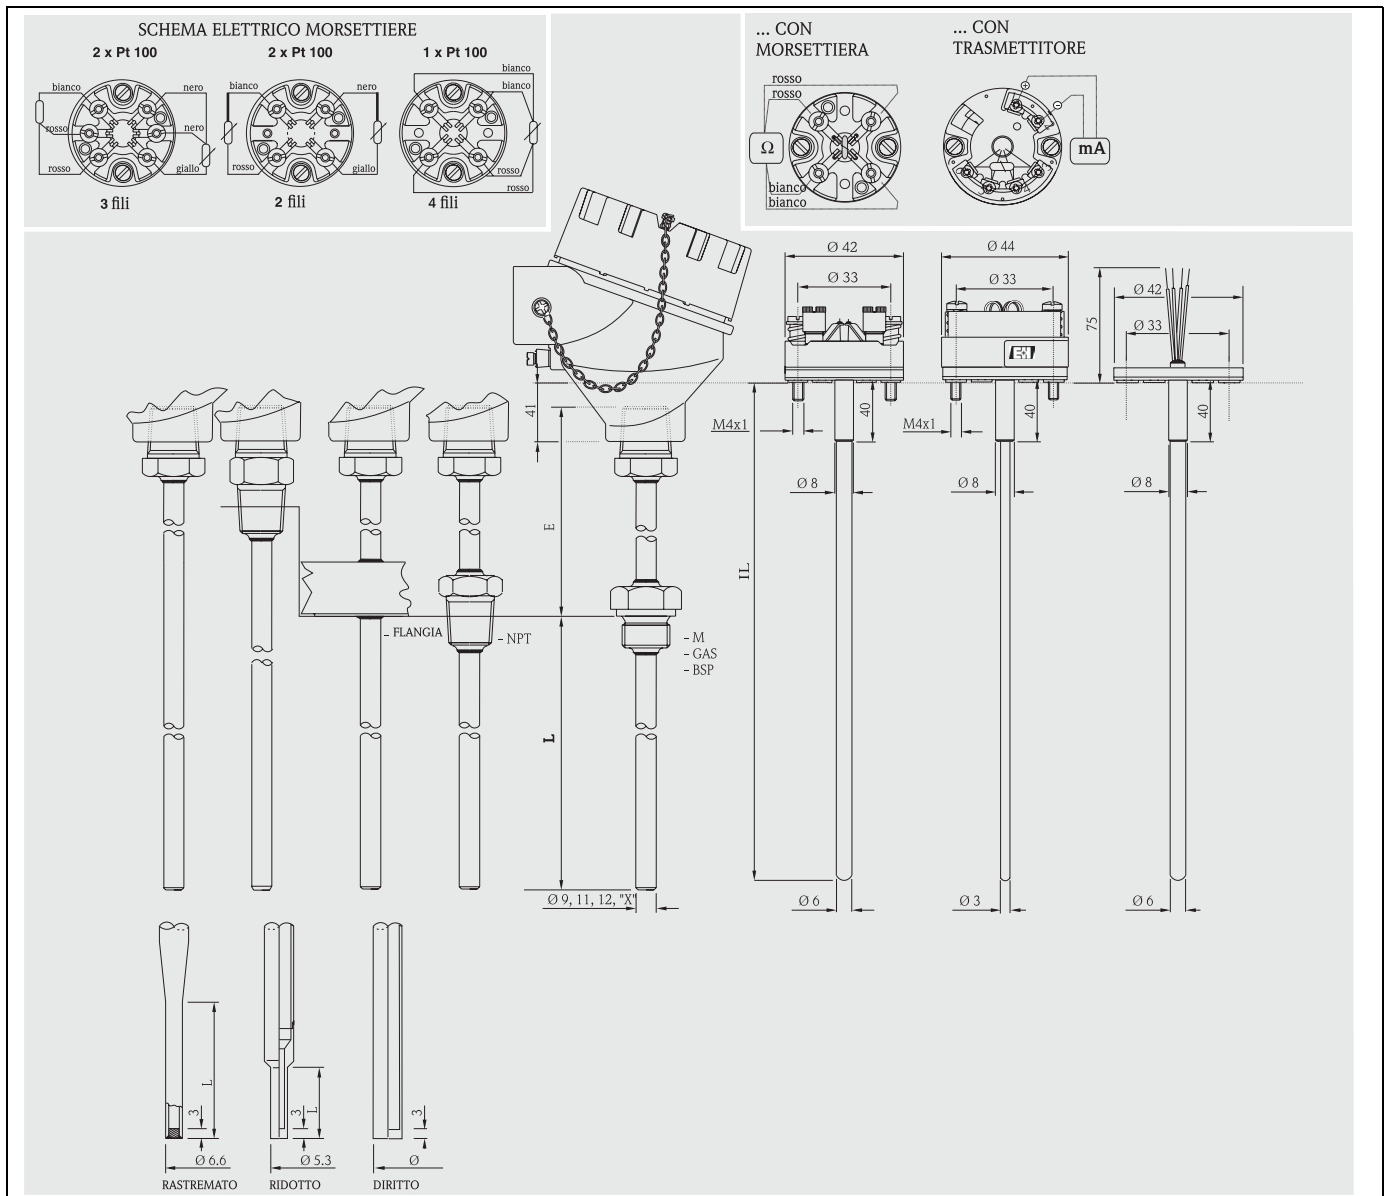

Fig. 6: Componenti funzionali, schemi elettrici standard (morsettiere in ceramica), Puntale all'estremità della sonda
Nel TR61 la sonda di misura è realizzata con un minerale isolato (MgO) posizionato all'interno del pozzetto. L'inserto è disponibile nelle lunghezze standard DIN 43772 e nelle versioni più diffuse, ma può anche essere personalizzato dal cliente in un intervallo di valori (vedere la "Struttura di vendita" nella sezione conclusiva del presente lo strumento). Per la sostituzione, la lunghezza dell'inserto (IL) deve essere scelta in base alla lunghezza di immersione (L) del pozzetto (vedere fig. 6). Per l'acquisto di parti di ricambio, fare riferimento alla tabella seguente. Anche se nello schema elettrico del Pt 100s singolo è sempre rappresentata la configurazione a 4 fili, la connessione del trasmettitore può anche essere realizzata a 3 fili. In questo caso è sufficiente lasciare uno dei fili scollegato (vedere fig. 6). La configurazione del Pt100 doppio con 2 fili e Pt100 singolo con 2, 3 e 4 fili è disponibile per gli inserti con certificazione ATEX.
Per quanto riguarda il pozzetto, la rugosità (Ra) nella parte bagnata è pari a 0,8 mm, mentre i vari tipi di puntali (ridotti o rastremati) sono illustrati in fig. 6;